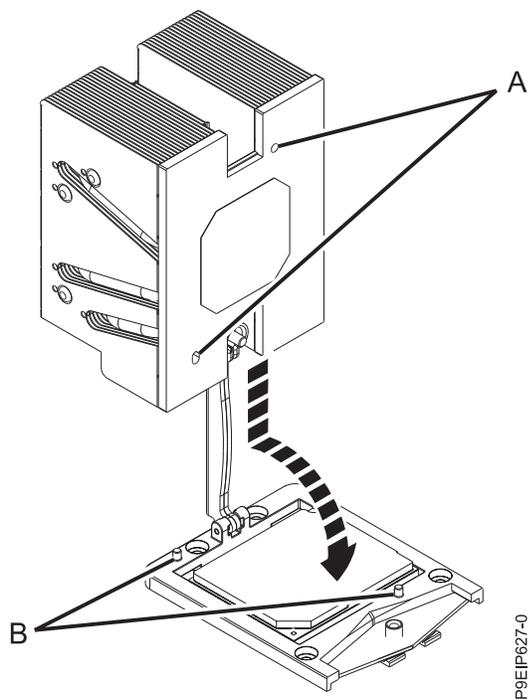

Figura 95. Instalación del disipador térmico
9. Instale el nuevo disipador térmico que se suministra en el kit de FRU. El TIM se aplica previamente al disipador térmico. Baje con cuidado el disipador térmico sobre el módulo de procesador del sistema, pasando el brazo de carga a través del disipador térmico. Asegúrese de que los orificios del disipador térmico **(A)** se alineen con las patillas de guía **(B)** en el zócalo, como se muestra en la Figura 95 en la página 89.